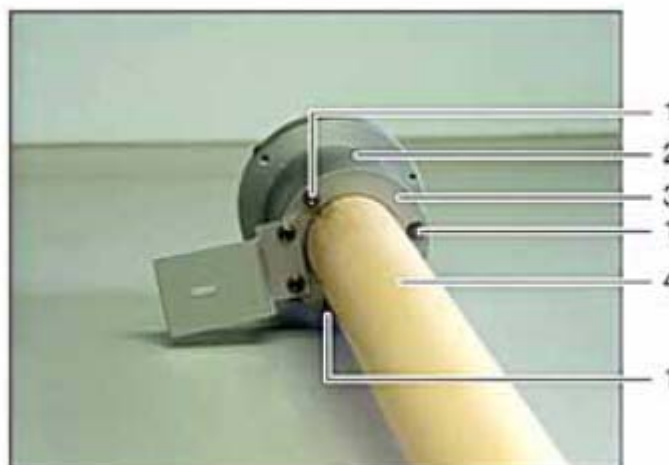

图 127 反应管出口的灰尘捕集器
7. 松开灰尘捕集器的三个六角螺丝（不要卸下），小心旋转反应管，将它从灰尘捕集器中拔出（见图 127）。
4. 将角板圈（图 127 中 3）上的三个六角螺丝（图 127 中 1）拧紧，使松紧程度一致。